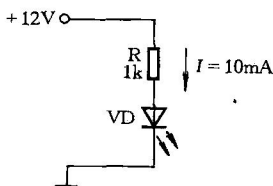

图 1-10
(1) 图 1-10 所示发光二极管电路中， R 为限流电阻。从欧姆定律 $I = U/R$ 可知，当电压 U 一定时，流过电阻器的电流 I 与其阻值 R 成反比。由于限流电阻 R 的存在，将发光二极管 VD 的电流限制在 10mA，保证 VD 正常工作。